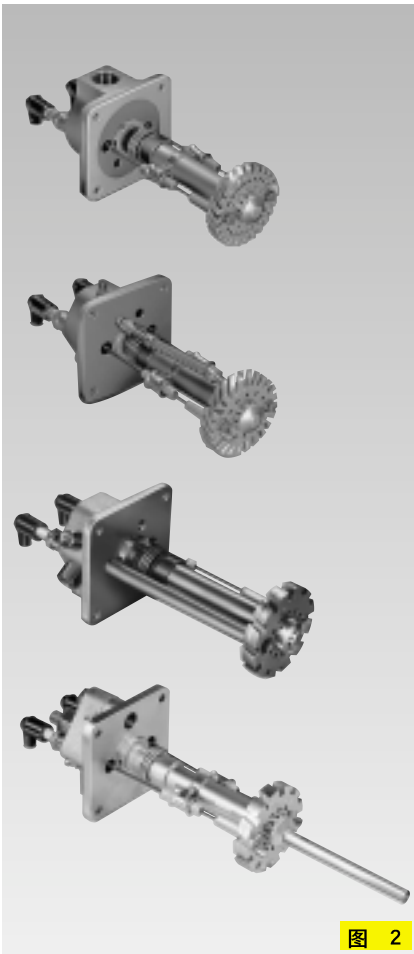

图 2
2. Brenneinsatz (Fig. 2)
2. Burner insert (Fig. 2)
2. 烧嘴芯 (图 2)